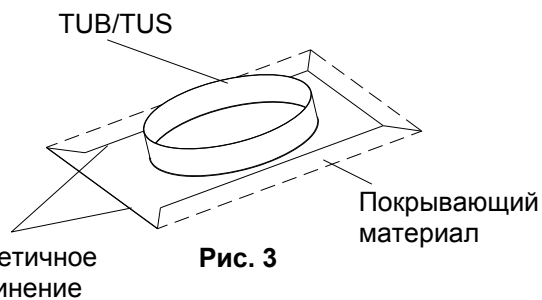

Рис. 3
4. Изолируйте все стыки подходящим герметиком во избежание попадания осадков, см. Рис.3 и 5.